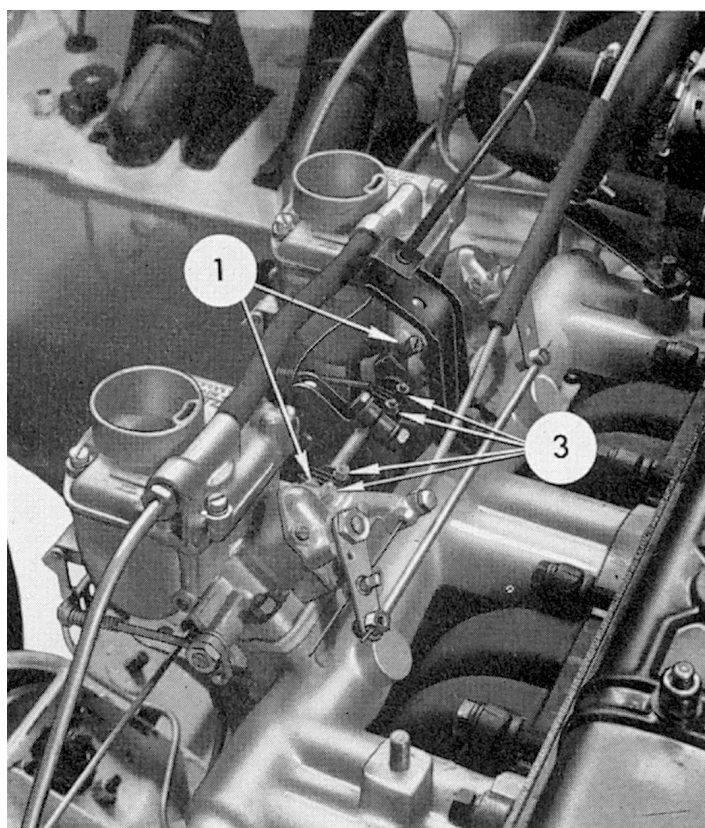

Fig. 26. Vue de gauche des carburateurs montrant les boulons de l'accouplement flexible (3) et les vis de butée de papillon (1)
- Mettre le moteur en marche et régler les vis de contrôle du ralenti (2) Fig. 26, de manière égale jusqu'à obtenir un régime de ralenti d'environ 500 trs/m.